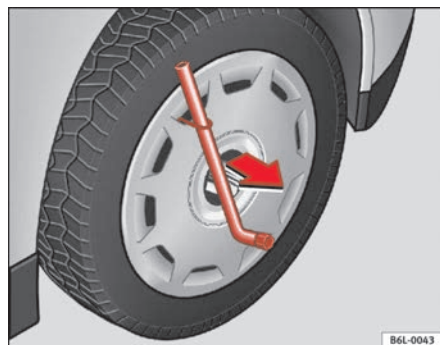

Abb. 135 Die Radvollblende vom Rad abnehmen
- Die Radvollblende mit dem Drahthebel abnehmen ⇒ Abb. 135.